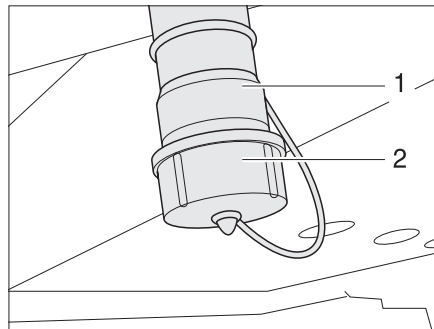

Bild 239 Wasser-Ablaufstutzen und Abwasser-Ablaufstutzen
- Abdeckkappe (Bild 239,2) am Wasser-Ablaufstutzen (Bild 239,1) durch eine viertel Umdrehung im Uhrzeigersinn entriegeln und abnehmen.
- Geeigneten Ablaufschlauch an den Wasser-Ablaufstutzen (Bild 239,1) montieren oder geeigneten Auffangbehälter unter den Wasser-Ablaufstutzen stellen.